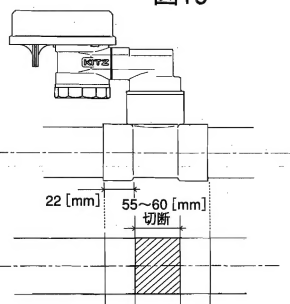

図20
- 4) 既設排水管への接続は、チーズの差込みしろ (22 [mm] 程度) を十分に確保し、切断してください。(切断長さ: 55~60 [mm] 程度) (図20)